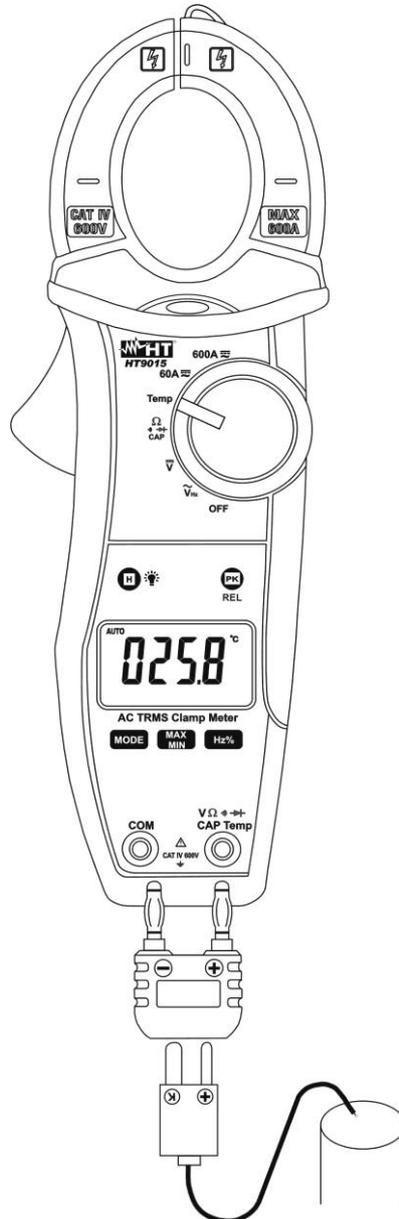

Fig. 8: Uso da pinça para a medição de Temperaturas
3. Inserir a sonda tipo K (fornecida) no terminal de entrada **VΩ e → CAPHz%Temp** e **COM** através do respetivo adaptador, respeitando a polaridade mostrada na Fig. 8. O valor da temperatura é mostrado no display. Na medição de temperatura a barra gráfica analógica fica desativada